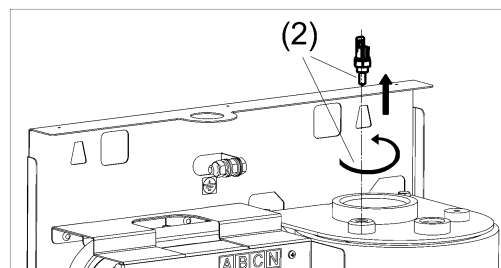

Рисунок 14. Замена датчика температуры теплоносителя
- (1) Отсоедините штекер от датчика.
- (2) Выверните датчик (см. рис. 14) из теплообменника.
- (3) Вверните новый датчик в теплообменник, при уплотнении резьбы используйте специальный резьбовой герметик.
- (4) Подсоедините штекер.
- (5) Проверьте герметичность установки датчика.
- (6) Проверьте надёжность контактов электрического соединения.